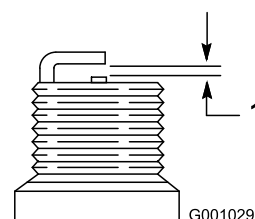

Figure 46
4. Réglez l'écartement des électrodes de la nouvelle bougie à 0,76 mm (0,030 po), comme montré à la Figure 46.